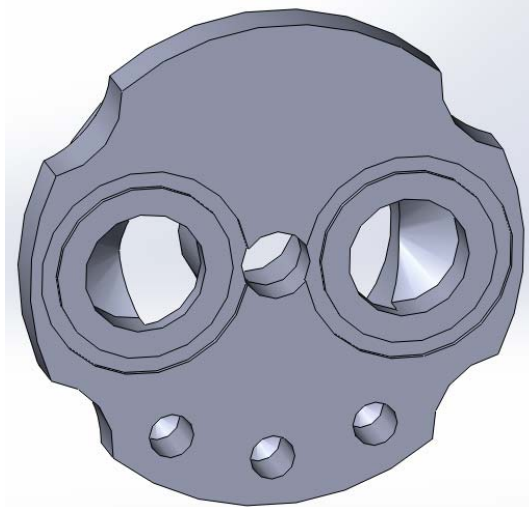

Рис.28. Результат побудови тривимірної моделі розподільвача
23. Завершуємо створення отвору, затвердивши ескіз. Результат на (Рис. 28).